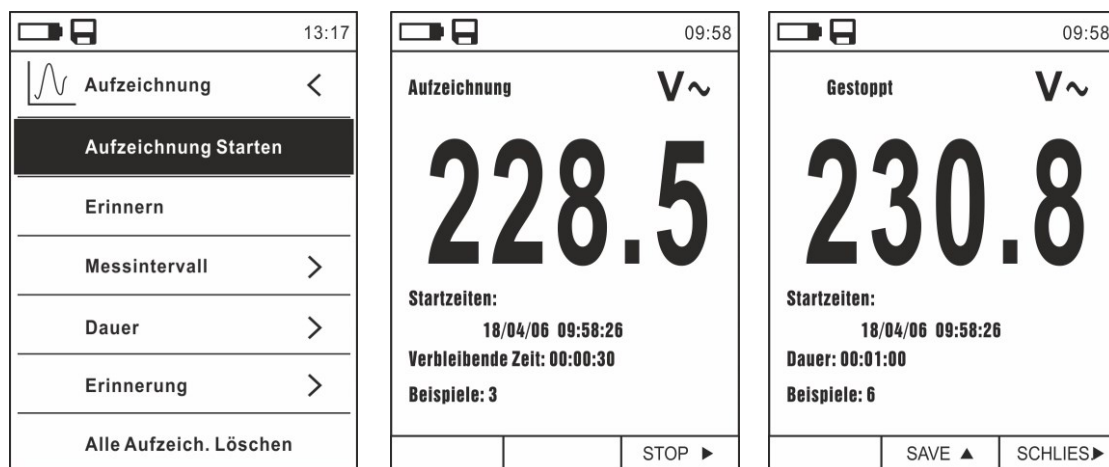

Abb. 33: Data Logger Funktion – Aufzeichnungen starten und beenden
13. Wählen Sie den Eintrag “Aufzeichnung Starten” (siehe Abb. 33 – linke Seite) und drücken Sie die Taste ☰. Die Bildschirmseite in Abb. 33 – Mitte, wo Anfangsdatum und -Uhrzeit, sowie die restliche Zeit und die Anzahl von in Echtzeit abgetasteten Werten angegeben sind, erscheint im Display. Die Meldung “Aufzeichnung” erscheint auf der Oberseite des Displays um den laufenden Vorgang anzugeben.
15. Nachdem die Operation zu Ende ist, erscheint die Bildschirmseite in Abb. 33 – rechte Seite im Display. Drücken Sie die Taste ▲ (**SAVE**), um die Aufzeichnung im internen Speicher des Geräts zu speichern, oder die Taste ► (**SCHLIES.**)